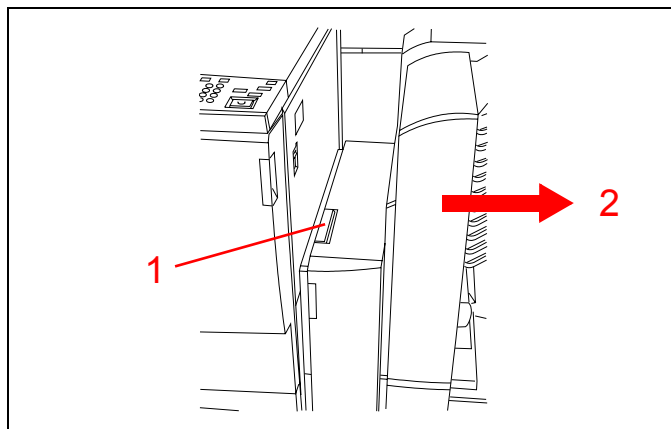

Figura 15
1. Consulte la Figura 15. Haga presión en la parte superior del cierre de la torre de buzones.